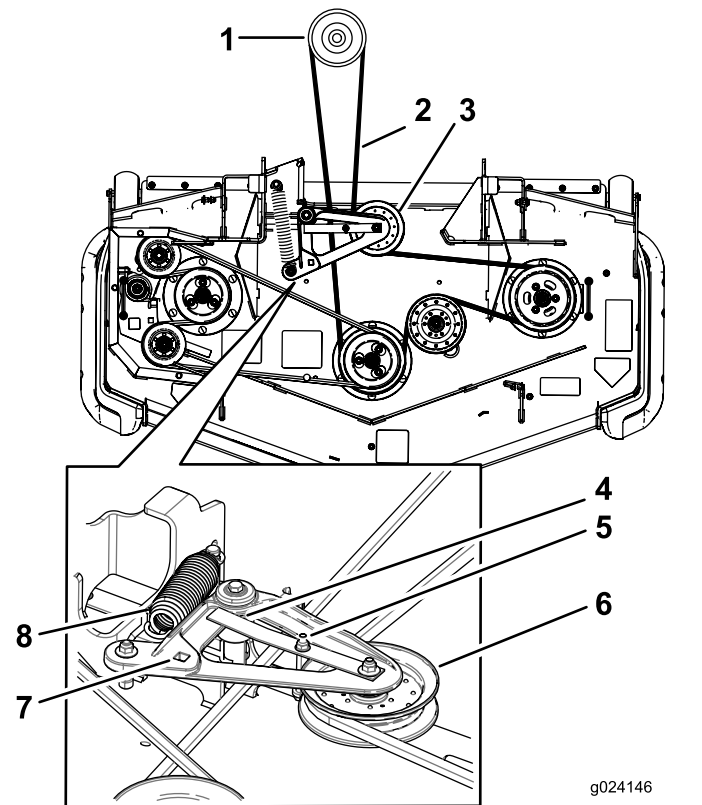

Figura 91
6. Utilice una llave de carraca en el taladro cuadrado del brazo tensor para aliviar la tensión del muelle tensor (Figura 91).
8. Pase la correa nueva alrededor de las poleas del cortacésped y de la polea del embrague, debajo del motor (Figura 91).
10. Utilizando la llave de carraca en el taladro cuadrado, instale la correa alrededor de la polea tensora tensada con muelle (Figura 91). Asiente los extremos del muelle en las ranuras de anclaje.